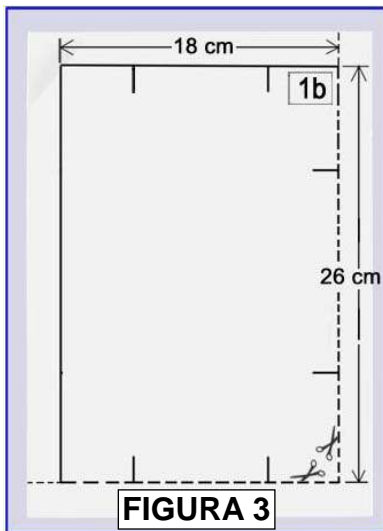

FIGURA 3
1) **Imprima** as partes do molde Confira se o tamanho do boxe é o indicado na figura 3.